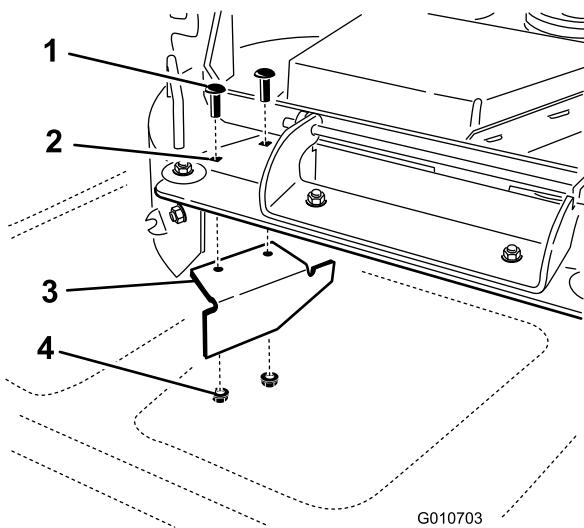

Figura 34
13. Nel sacchetto delle parti sciolte, individuate i deflettori di chiusura. Rimuovete gli elementi di fissaggio dai fori posteriori della piastra di scarico. Montate il deflettore nell'apertura di scarico laterale sul piatto di taglio (Figura 34).